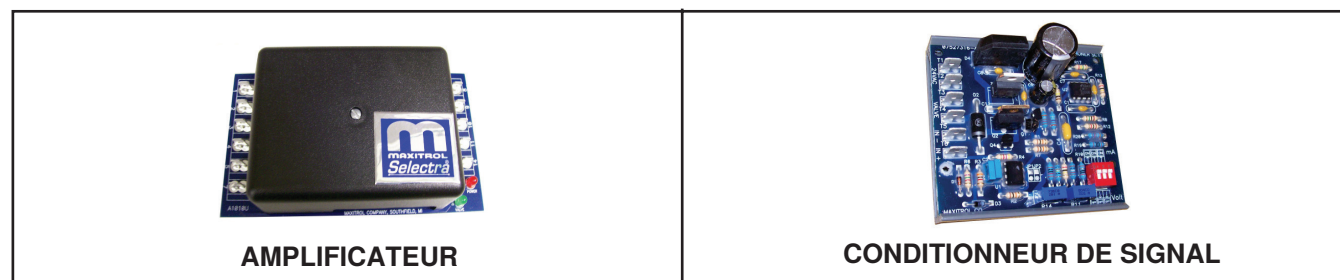
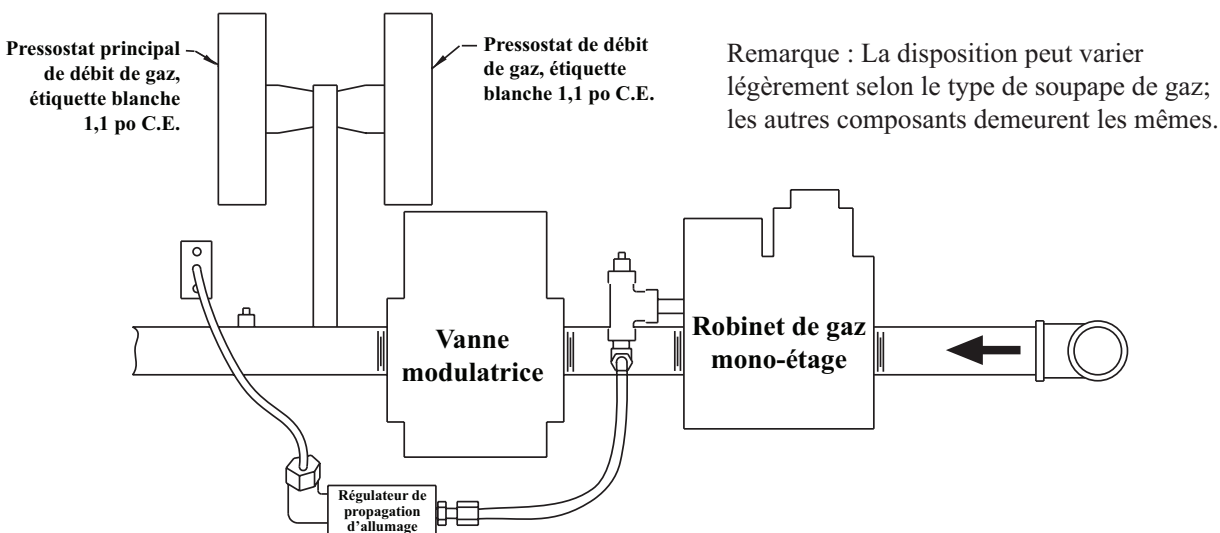

Figure 17. Amplificateur et conditionneur de signal Maxitrol
Figure 18. Disposition typique du collecteur avec modulation électronique
- Modulation électronique entre 50% et 100% de taux de tir (option AG7) :** La modulation électronique de la chaleur commandée par un thermostat d'ambiance de conception spéciale (60–85°F) (15.6–29.4°C). Le sélecteur de température de réglage de l'option AG8 se trouve sur l'amplificateur (voir Figure 17).
- Modulation électronique entre 50% et 100% de taux de tir (option AG21) :** Dans l'option AG21, la fournaise est équipée d'un conditionneur de signal Maxitrol (voir Figure 17) qui fonctionne de façon très semblable à l'amplificateur décrit plus haut pour commander la valve régulatrice. Le conditionneur accepte un signal d'entrée de 4–20mA ou de 0–10V d'un appareil de commande fourni par le client tel qu'un ordinateur. Lorsque les commutateurs dip du conditionneur sont en position ouverte, le conditionneur accepte un signal de 4–20mA. Lorsque les commutateurs dip du conditionneur sont en position fermée, le conditionneur accepte un signal de 0–10V. Le conditionneur convertit le signal en courant c.c. de 0–20V requis pour commander la vanne modulatrice.
- **Modulation électronique entre 25% et 100% de taux de tir (options AG39 et AG41) :** L'appareil de chauffage le plus proche de la soufflante possède l'option modulation électronique. Les brûleurs des autres appareils de chauffage reçoivent la commande à deux étages de sondes de température de l'air extérieur appelées modules de commande d'étage de chaleur. L'option AG41 offre un taux de réglage de 6:1 (2 appareils de chauffage) ou de 8:1 (3 appareils de chauffage). L'alimentation en gaz (consultez les exigences de pression dans le Tableau 16) est raccordée à la soupape de gaz à un étage. Pour compenser la perte de pression additionnelle due à la valve de modulation, on règle la pression de sortie de la soupape de gaz à un étage à un niveau plus élevé que sur un collecteur de gaz standard. Le tuyau de la veilleuse est raccordé au port veilleuse de la soupape de gaz à un étage. L'appareil de chauffage doté de ce type de modulation électronique est mis en marche à n'importe quel taux d'écoulement de la plage disponible et maintient une efficacité thermique moyenne égale ou supérieure à l'efficacité thermique à allure maximale. Le circuit de gaz (voir Figure 18) comprend une soupape de gaz à un étage, une valve de modulation et deux pressostats de gaz. Le tiroir à brûleurs est muni d'un dispositif de propagation de l'allumage et d'un allumeur de gaz à tube à régulation de pression. L'allumeur à tube reçoit le gaz du régulateur en même temps que le gaz alimentant le brûleur. Le système est commandé par un amplificateur Maxitrol (voir Figure 17) relié à un indicateur de température à cadran distant. Lorsque la valve reçoit un appel de chaleur de l'amplificateur et que la veilleuse est allumée, le débit de gaz provenant de la soupape à un étage est dirigé à la fois vers la valve de modulation et vers l'allumeur à tube à régulation de pression. Lorsque le signal de l'amplificateur à la valve de modulation demande un fonctionnement à taux moindre que maximal, la valve de modulation diminue le débit de gaz vers le brûleur afin que le taux d'écoulement ainsi réduit maintienne la température désirée. Lorsque le taux d'écoulement est suffisamment abaissé pour réduire la pression de gaz à 1.1 PO CE, le pressostat de gaz principal dans le collecteur actionne le moteur à engrenage qui commande le registre de dérivation de l'aérateur/du système d'air de combustion. En s'ouvrant, le registre de dérivation envoie une partie de l'air d'arrivée directement dans le conduit d'évacuation, ce qui réduit le débit d'air vers le brûleur. Des disjoncteurs de sécurité enregistrent la position du registre de dérivation. Lorsque la pression du gaz > 1.1 PO CE, le registre de dérivation se referme. Même si la sonde est munie d'un tube de mélange, à cette distance du refoulement, elle ne reçoit pas un véritable mélange, de sorte que la température captée par la sonde est légèrement plus élevée que l'air qui entre dans le conduit. Pour que le système produise une chaleur confortable, réglez le sélecteur légèrement plus bas pour compenser cette différence. Le décalage de température varie d'une installation à l'autre. Si vous avez besoin d'une corrélation directe entre ces deux températures, placez la sonde ailleurs dans le conduit à 10 ou 12 pieds (3 à 3.7 mètres) du refoulement de l'appareil de chauffage. De conception unique, ce système de modulation nécessite des réglages de la pression d'air de combustion différents de ceux du système standard. Consultez le Tableau 14 pour les réglages approximatifs du contacteur de détection d'air de combustion au niveau de la mer. Consultez le Tableau 16 pour les exigences de pression. Reportez-vous à la section [Dépannage du circuit de sécurité du volet d'air de combustion de dérivation sur les unités avec option AG39, AG40, AG41 ou AG42](#) pour le dépannage.
- **Modulation électronique entre 25% et 100% de taux de tir (options AG40 et AG42) :** La fournaise est équipée d'un conditionneur de signal Maxitrol (voir Figure 17) qui accepte un signal d'entrée de 4–20mA ou de 0–10V d'un dispositif de commande tel qu'un ordinateur fourni par le client. Lorsque les commutateurs dip du conditionneur sont en position ouverte, le conditionneur accepte un signal de 4–20mA. Lorsque les commutateurs dip du conditionneur sont en position fermée, le conditionneur accepte un signal de 0–10V. Le conditionneur convertit le signal en courant c.c. de 0–20V requis pour commander la vanne modulatrice. L'appareil de chauffage fonctionne et possède les mêmes caractéristiques que pour les options AG39 et AG41, sauf que les réglages de température sont sélectionnés par le logiciel et qu'il n'y a ni sélecteur de température ni capteur de conduit. De conception unique, ce système de modulation nécessite des réglages de la pression d'air de combustion différents de ceux du système standard. Consultez le Tableau 14 pour les réglages approximatifs du contacteur de détection d'air de combustion au niveau de la mer. Consultez le Tableau 16 pour les exigences de pression. Reportez-vous à la section [Dépannage du circuit de sécurité du volet d'air de combustion de dérivation sur les unités avec option AG39, AG40, AG41 ou AG42](#) pour le dépannage.